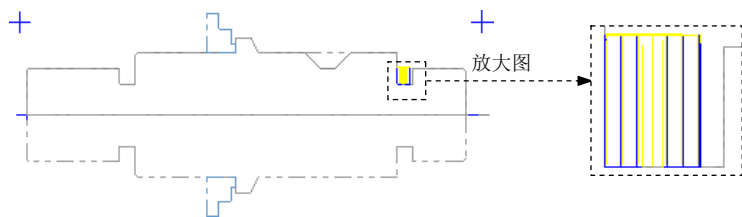

图 19.19 刀具路径
- (1) 在“车床-径向粗车 属性”对话框中采用系统默认的刀具。
- (2) 单击 **Coolant...** 按钮，系统弹出“Coolant...”对话框，在 **Flood**（切削液）下拉列表中选择 **On** 选项，单击该对话框的 **✓** 按钮。
- (3) 在“车床-径向粗车 属性”对话框中单击 **径向粗车参数** 选项卡，切换到“径向粗车参数”界面，所有参数接受系统默认设置值。
- (4) 在“车床-径向粗车 属性”对话框中单击 **径向精车参数** 选项卡，切换到“径向精车参数”界面，单击 **进刀(D)** 按钮，系统弹出“进刀”对话框，在 **第一个路径引入** 选项卡的 **自动计算向量** 区域选中 ☒ **自动计算进刀向量** 复选框；单击 **第二个路径引入** 选项卡，在 **自动计算向量** 区域选中 ☒ **自动计算进刀向量** 复选框；单击“进刀”对话框中的 **✓** 按钮，关闭“进刀”对话框。
- Step4. 在“车床-径向粗车 属性”对话框中单击 **✓** 按钮，完成加工参数的设置，此时系统将自动生成图 19.19 所示的刀具路径。